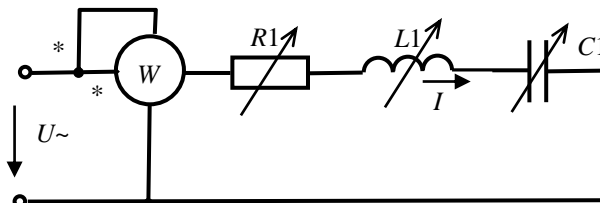

Рис. 7. Схема цепи переменного тока.
9. Соберите цепь в соответствии с рис.7, установив параметры элементов цепи равными их значениям в предыдущих опытах. Представьте цепь преподавателю для проверки.